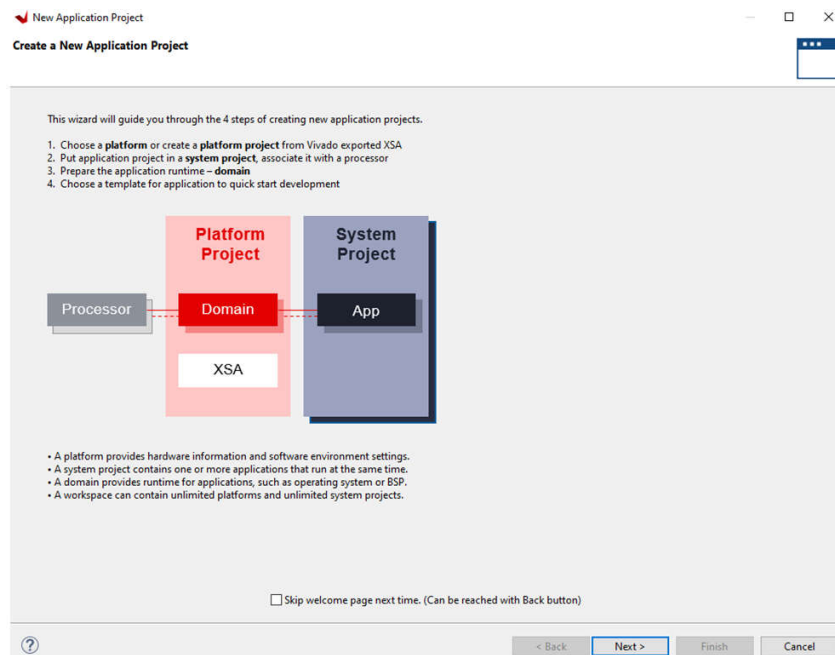

图 7-2. 新应用工程
2. 出现 **New Application Project** 窗口时 (请参阅图 7-2)，点击 **Next**。